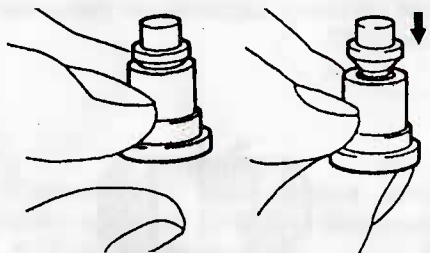

Рис. 2.21
4. Откройте отверстие седла клапана: клапан должен зайти в седло под собственным весом рис. 2.21. Если любая из проверок дала отрицательный результат - замените клапан в сборе.